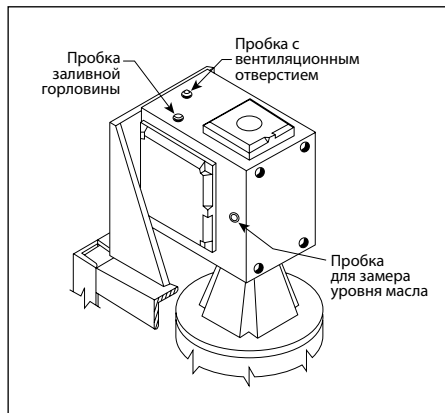

РИС. 11
1. Снимите с редуктора пробку для замера уровня масла. Смотрите Рис. 11 ниже. Масло должно доходить до нижнего края отверстия.
2. Чтобы залить масло, снимите пробку на верхней стороне редуктора и долейте масло до нужного уровня (см. Рис. 11 выше). Смотрите подходящий тип смазки на плате, прикрепленной к редуктору.